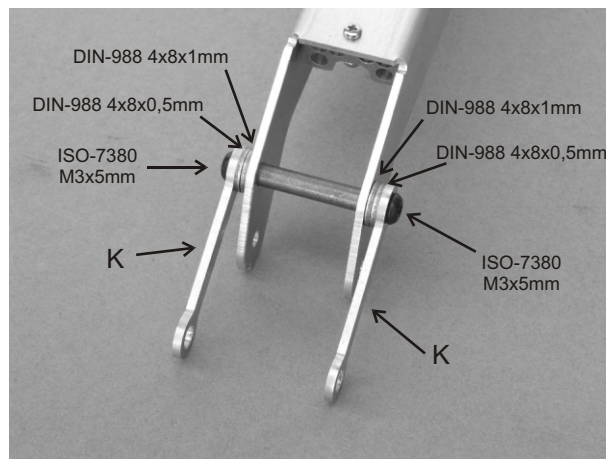

Bild 18
Stecken Sie den Bolzen 4x28 durch die obere, ferdere Bohrung des 2. Arms (F) (siehe Bild 18) und fädeln Sie je Seite 2 Paßscheiben (1x DIN-988 4x8x1mm + 1x DIN-988 4x8x0,5mm) und je 1 Kinematikarm lang(K) auf den Bolzen. Verschrauben Sie die das Ganze danach mit 1 Schraube ISO-7380 M3x5mm je Seite.